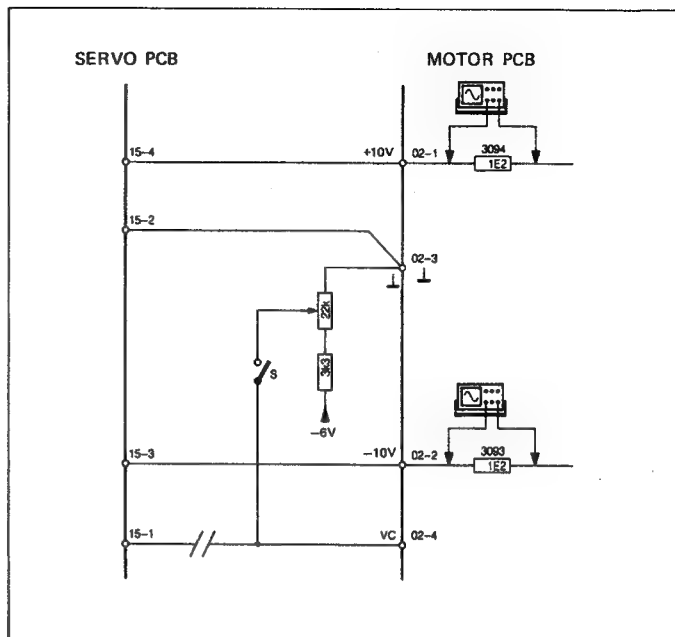
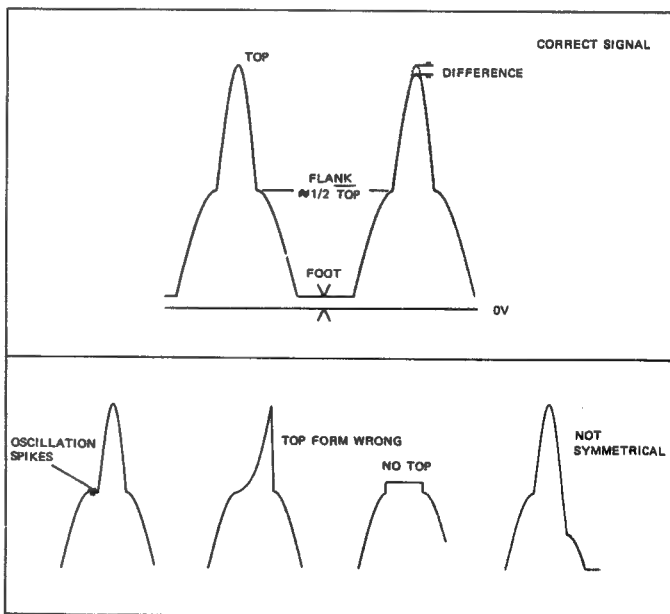

Fig. 4.18
Fig. 4.19
-&gt; fig. 4.18 / fig. 4.19
- Pour un bon fonctionnement le signal doit avoir les valeurs suivantes (fig. 4.19):
- Exemples de mauvais signaux voir fig. 4.19.